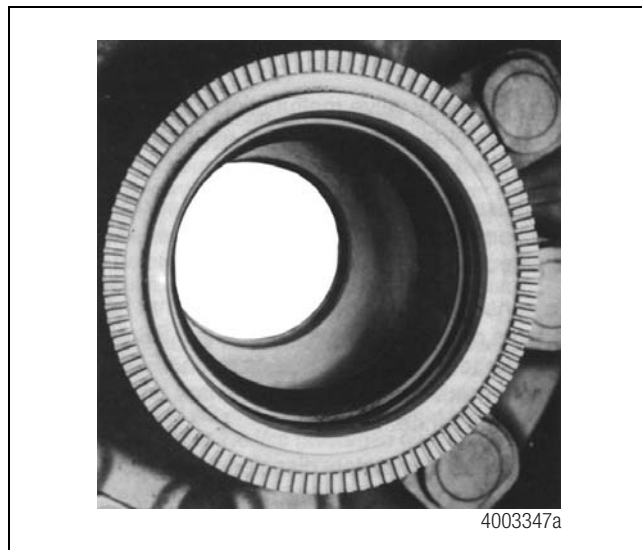

Figura 12.2
- Rueda dentada — Una rueda de 100 dientes instalada en la maza o en la rueda de radios. En conjunto con el sensor, esta rueda proporciona un voltaje de corriente alterna que representa la velocidad de la rueda. Figura 12.2.